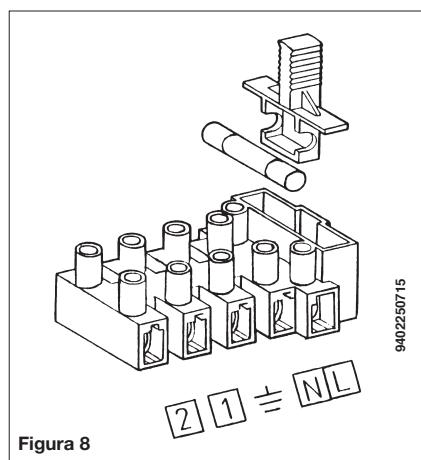

Figura 8
- togliere il coperchio ed accedere alla zona collegamenti elettrici (figura 8).
- remover el tapa y acceder a la zona conexiones eléctricas (figura 8).